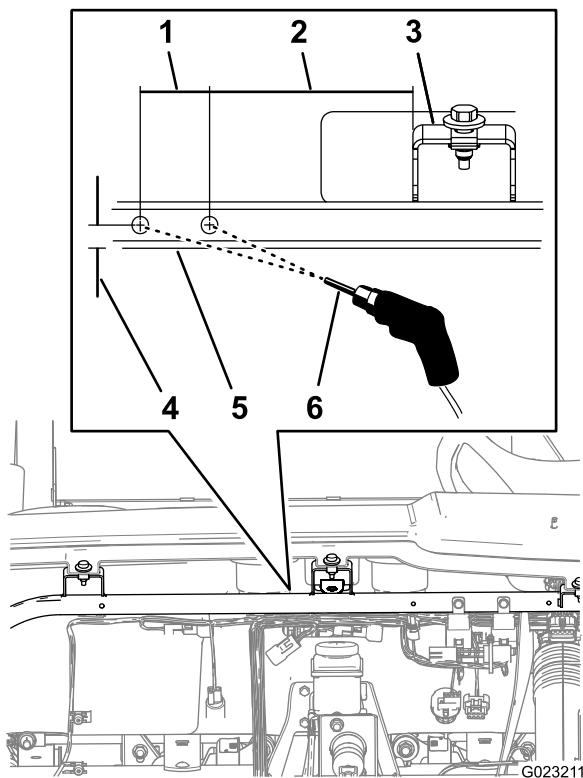

Figura 14
1. Ficando de frente para a máquina, meça 106 mm para a esquerda a contar da face esquerda do suporte de apoio central e 12,7 mm da parte inferior do tubo de apoio do painel de instrumentos (Figura 14).
3. A partir da marca do punção, meça 38,1 mm para a esquerda e 12,7 mm a partir da parte de baixo do tubo de apoio do painel de instrumentos (Figura 14).
5. Perfure o tubo de apoio do painel de instrumentos nas marcas do punção com uma broca de 5,5 mm (Figura 14).